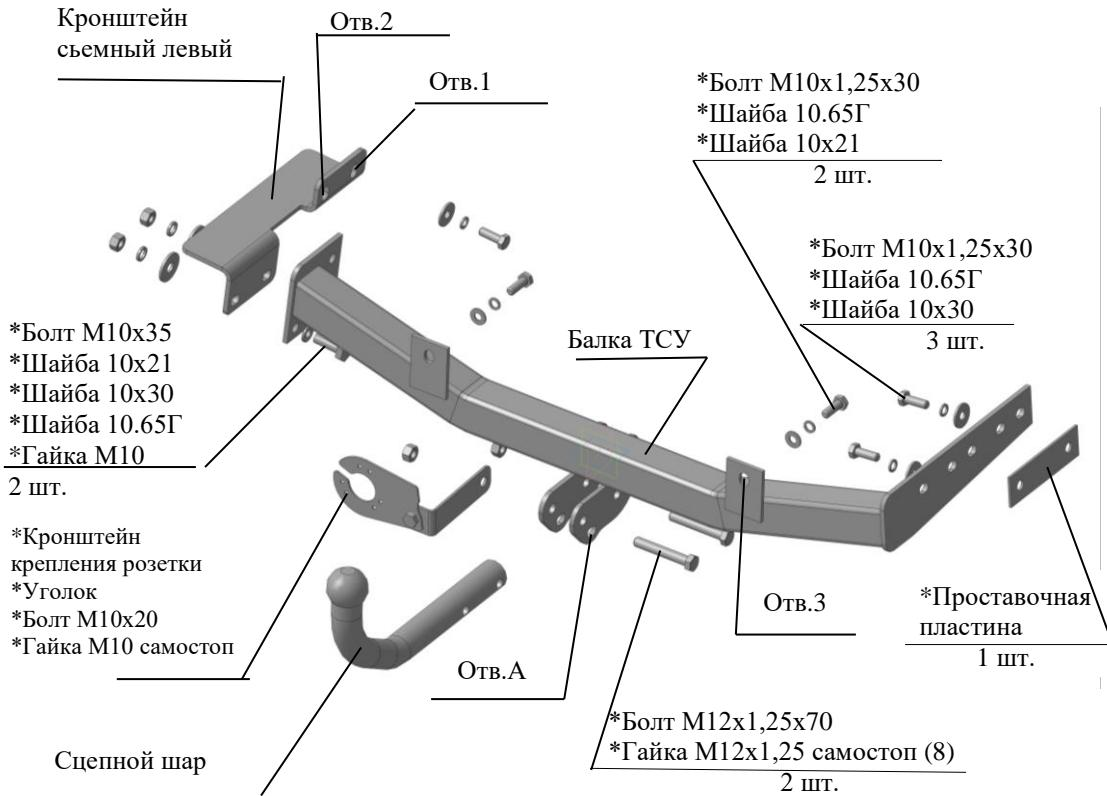

Рис.1 Тягово-сцепное устройство ТСУ 2193.
2.1 ТСУ 2193 в сборе (рис.1)	1 шт.
2.2 Пакет с комплектующими (см. рис.1)+защитный колпак	1+1 шт.
4.3 Закрепить ТСУ через отверстия “3” к кузову автомобиля болтами M10x1,25x30, используя гайки штатные, не затягивая крепеж (соответственно рис.1).